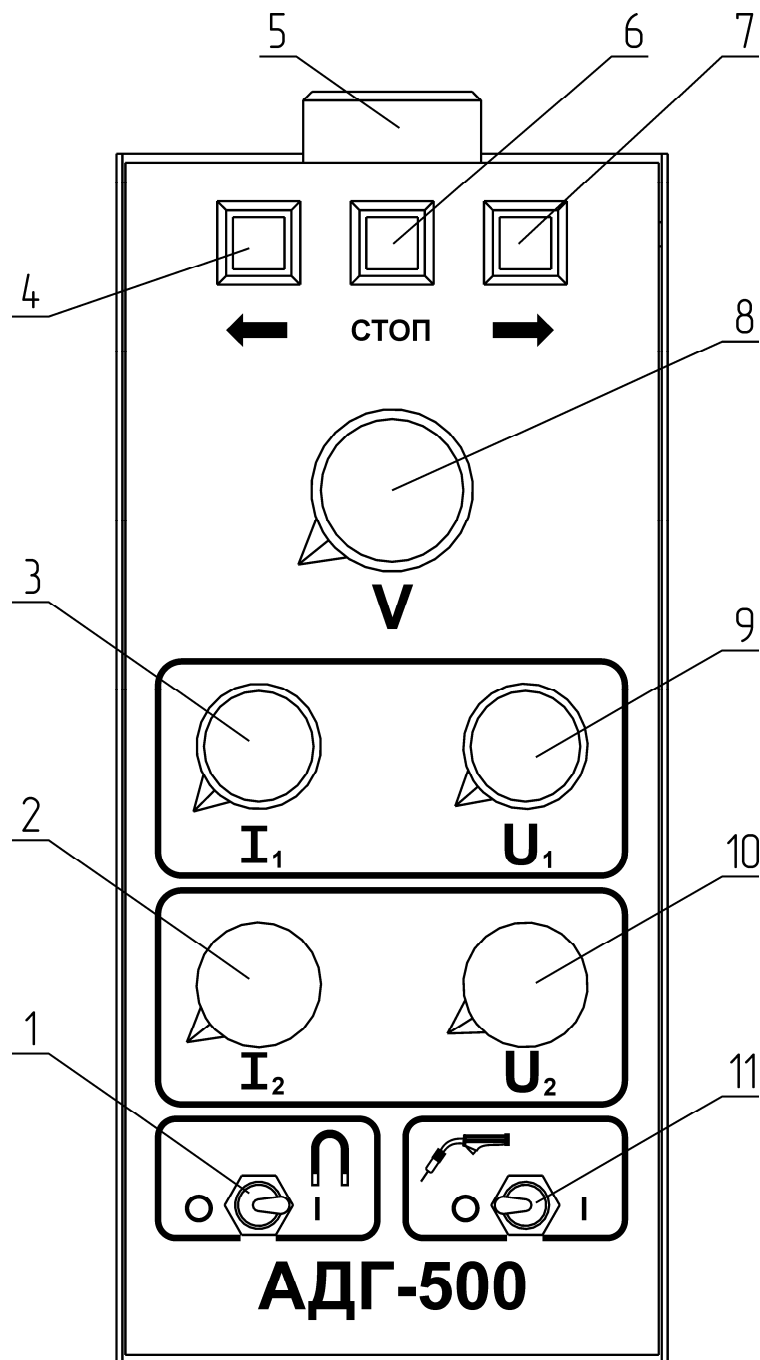

Рис. 8 – Пульт управления
Общий вид пульта управления с расположенными на нем органами управления представлен на рис.8.
- 5.3. Подайте напряжение питания на сварочный источник (источники). Заправьте проволоку в сварочную горелку(горелки). До установки горелок в держатели трактора, проведите пробную сварку, для того чтобы определиться с выбранным сварочным режимом. Регулировка сварочного режима осуществляется с помощью регуляторов, расположенных на пульте управления. Регулировка сварочного режима для первого источника осуществляется регуляторами 3,9 (см.рис.8). Регулировка сварочного режима для второго источника осуществляется регуляторами 2,10 (см.рис.8).
- 5.4. На пульте управления перевести тумблер Работа/ Наладка (см.рис.8 п.11) в положение Наладка(положение выкл.). Перевести тумблер вкл./выкл. электромагнита (см.рис.8 п.11) в положение включено.
- 5.5. Нажмите кнопку «ПУСК-ВЛЕВО». (см.рис.8 п.4) и установите ориентировочную скорость движения трактора во время сварки. Для остановки трактора нажмите кнопку «СТОП».
- 5.7. На пульте управления перевести тумблер Работа/ Наладка (см.рис.8 п.11) в положение Работа(положение вкл.).
- 5.8. Нажмите кнопку «ПУСК-ВЛЕВО» или «ПУСК-ВПРАВО». (см.рис.8 п.4,7) в зависимости от выбранного направления сварки и проведите сварку. В процессе работы можно изменять скорость сварки и сварочный режим.
- 5.9. Для остановки сварочного процесса нажмите кнопку «СТОП» (см.рис.8 п.6). Выключаются сварочные источники, трактор останавливается.
5.10. Для предотвращения несанкционированного начала сварки переведите тумблер Работа/Наладка (см.рис.8 п.11) в положение Наладка(положение выкл.).
5.11. При перемещения трактора на новое место тумблер вкл./выкл. электромагнита (см.рис.8 п.11) перевести в положение выключено.